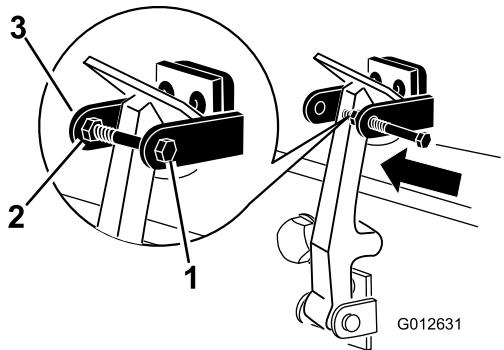

図 9
8. フードロックブラケットのもう一つのアームにボルトを差し込んでラッチをロックする図9。